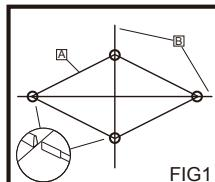

FIG1
- Skyy stengene <B1> inn i kanalene. (FIG1)